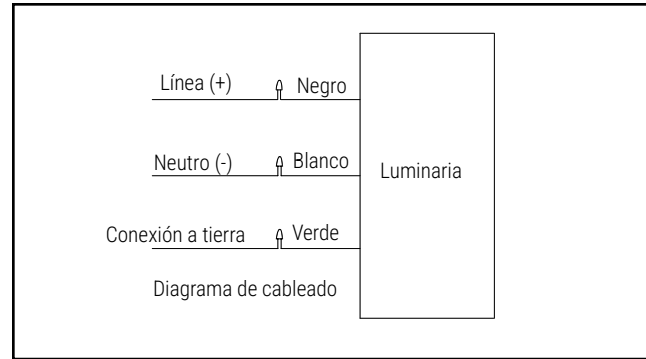

Figura 3.
4. Afloje los (2) tornillos centrales sin quitarlos y retire el tornillo de sujeción.
7. Remítase a los diagramas de cableado para ver la conexión de la alimentación. (Figura 3)
9. Consulte el diagrama de cableado para ver la conexión de la alimentación. (Figura 3)